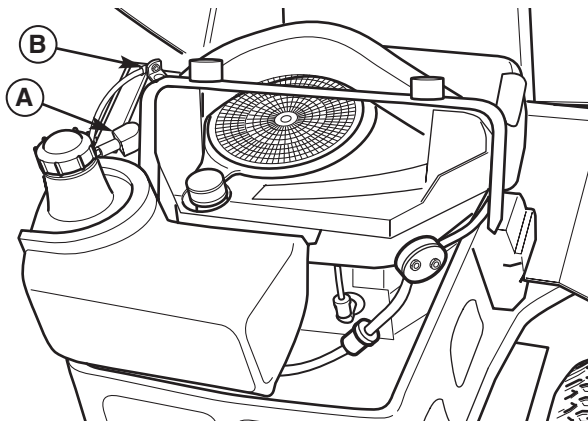

Figura 25. Compartimiento del Motor
1. Desconecte los cables de la batería, primero el cable negativo (B, Figura 25).
6. Reconecte los cables de la batería: primero conecte el cable positivo (A, Figura 25), luego conecte el cable negativo (B).